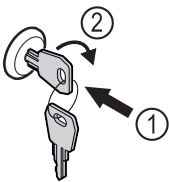

Fig. 151
- ▶ Вдавити ключ Fig. 151 (1).
- ▶ Повернути ключ на 90° за годинниковою стрілкою Fig. 151 (2).